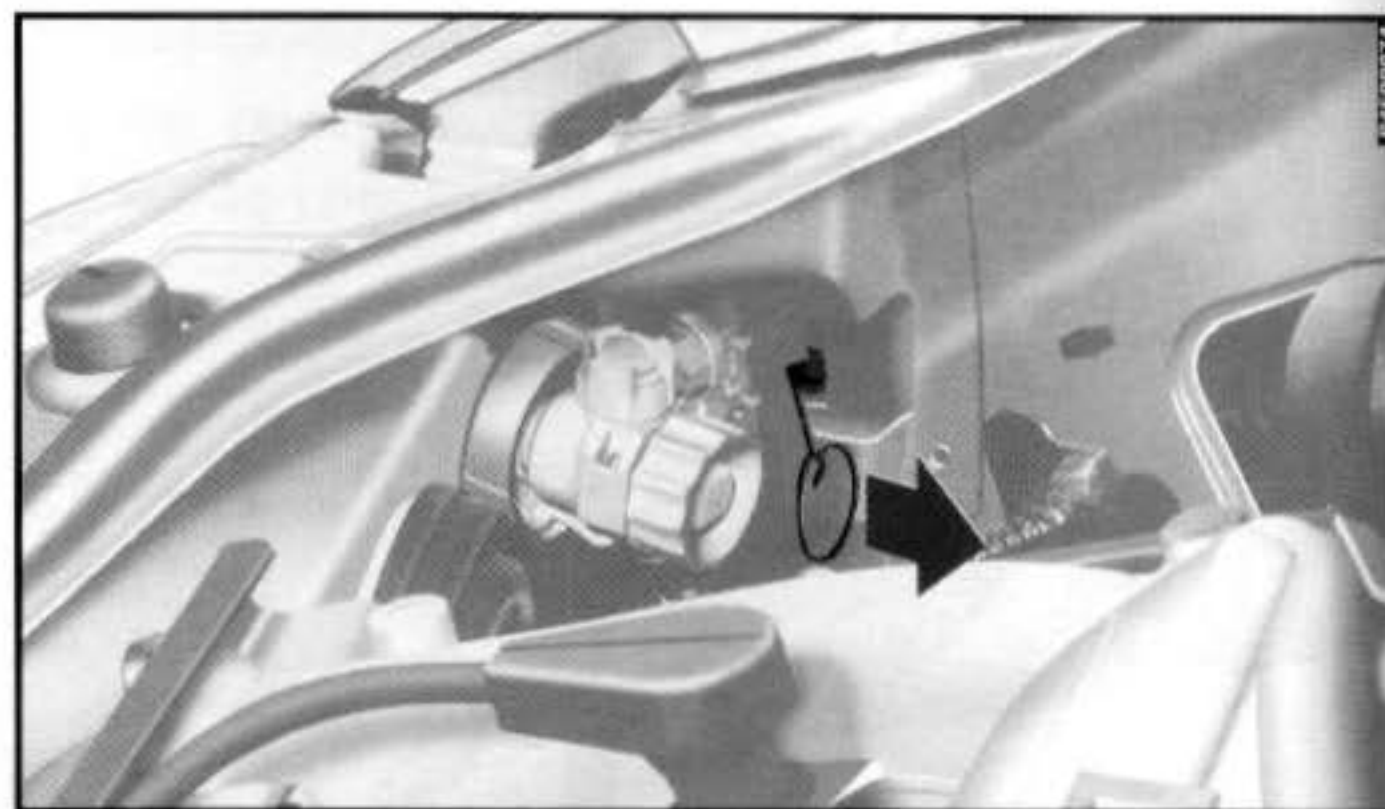

fig. 15
- 1) Desenganchar a mola de retenção da lanterna fig. 15.
7) Reenganchar a mola **A-fig. 15**.